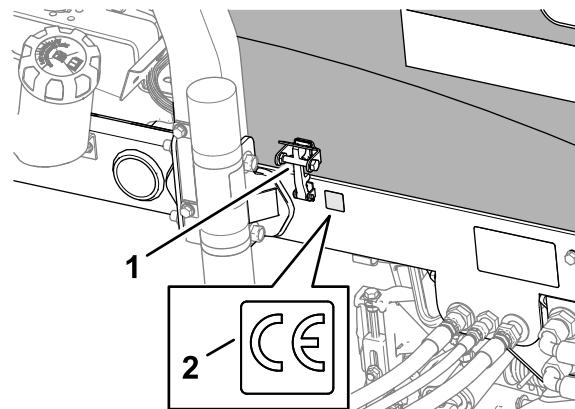

**Bild 37**
2. Entfernen Sie die Schutzfolie und kleben Sie den Baujahr-Aufkleber auf den Rahmen in die Nähe des Typenschildes, wie in **Bild 37** dargestellt.
1. Reinigen Sie den linken Rahmen in der Nähe des Typenschildes mit Alkohol und lassen Sie den Rahmen trocknen (**Bild 37**).